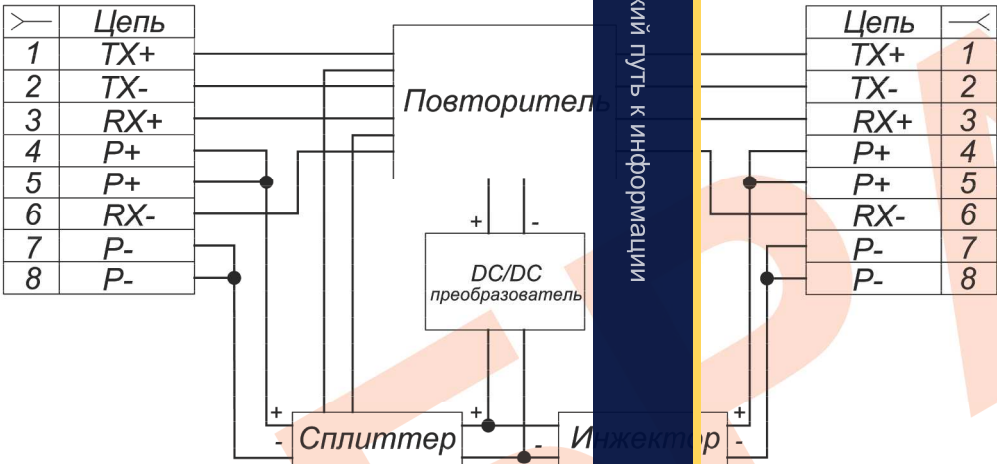

Рис.1 Структурная схема УЛИ-ЕП исп.1
- 1. Структурная схема УЛИ-ЕП исп.1 приведена на рис.1